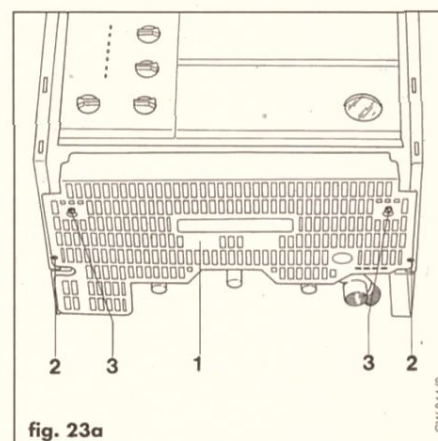

fig. 23a
Appoggiare la protezione (1) sulle viti anteriori (3, fig. 23a) e fissarla mediante le viti posteriori (2, fig. 23a). Non coprire o incollare qualcosa sul pannello di protezione (1).